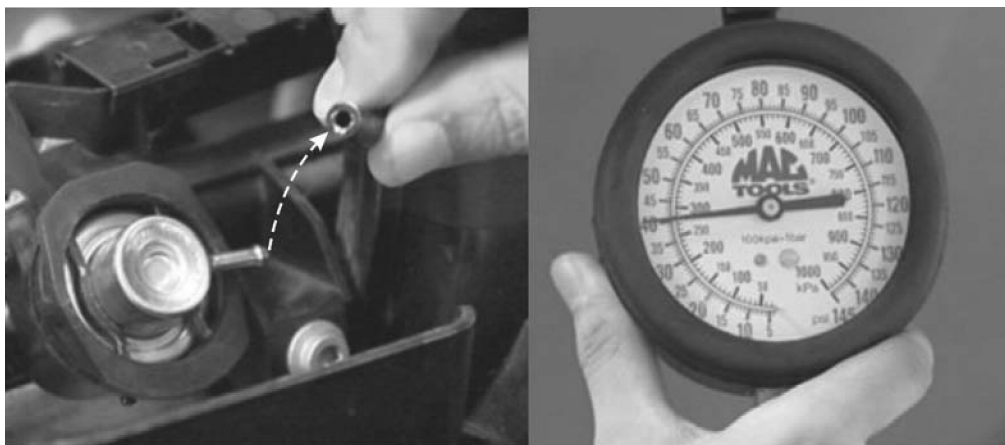

图 18-20 拔下真空管时的燃油压力
6) 检测怠速工作压力时，拔下真空管时油压应上升至 0.3MPa，如图 18-20 所示。否则，应更换油压调节器。